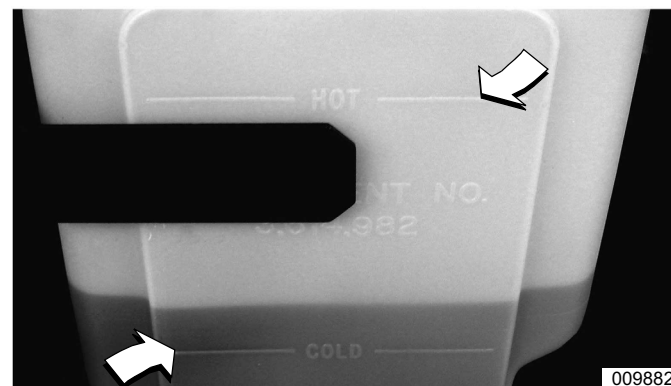

Figura 5-6. Depósito de rebose de refrigerante
1. Consulte la Figura 5-6. Verifique que el nivel de refrigerante esté entre las marcas HOT (CALIENTE) y COLD (FRÍO) del depósito de rebose.